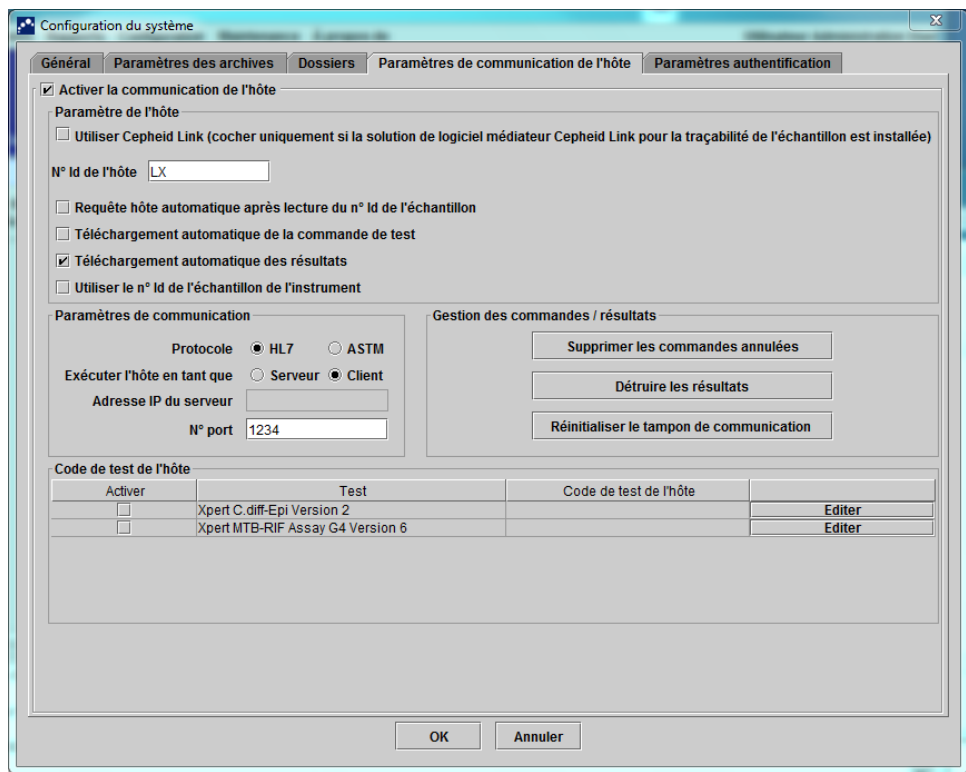
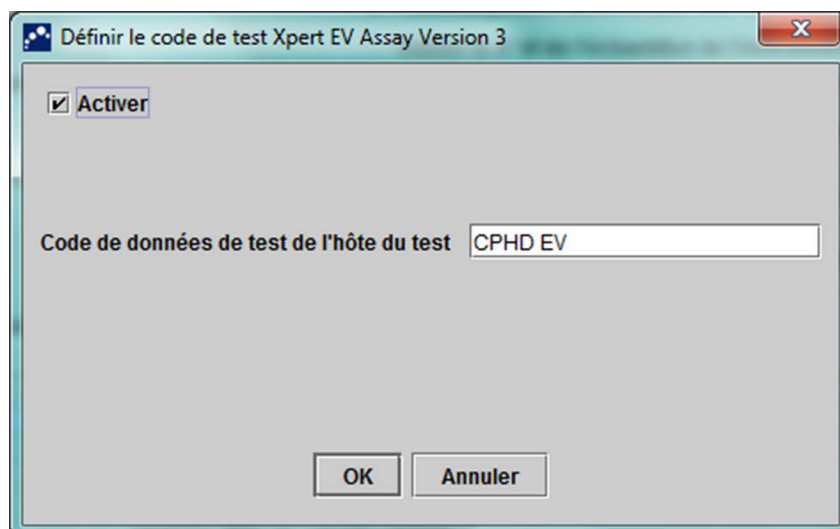

Figure 2-81. Boîte de dialogue Configuration du système (onglet Paramètres de communication de l'hôte)
Figure 2-83. Boîte de dialogue Définir le code de test pour un test à résultat unique
2. Cliquez sur l'onglet **Paramètres de communication de l'hôte**. La fenêtre **Paramètres de communication de l'hôte** s'affiche. Voir Figure 2-81.
1. Dans la zone du tableau **Code de test de l'hôte** de la fenêtre Paramètres de communication de l'hôte (cf. Figure 2-81), cliquez sur le bouton **Éditer** adéquat pour modifier le paramètre. La boîte de dialogue Définir le code de test s'affiche. Voir Figure 2-83.
1. Dans la zone du tableau **Code de test de l'hôte** de la fenêtre Paramètres de communication de l'hôte (cf. Figure 2-81), cliquez sur le bouton **Éditer** adéquat pour modifier le paramètre. La boîte de dialogue Définir le code de test s'affiche. Voir Figure 2-84.